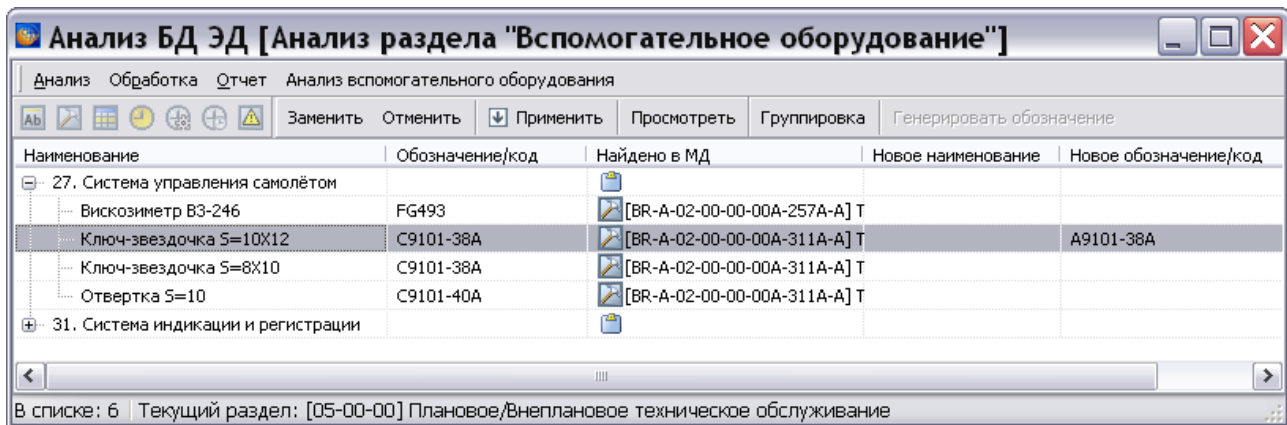

Рис. 21.124
5. Нажмите на кнопку **Заменить**. После этого новые обозначения будут отображены в таблице данных (столбец **Новое обозначение/код**) (Рис. 21.124).